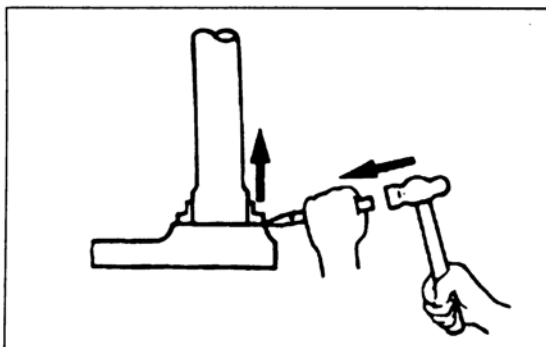

Bild 171
-  Achsen in Prismenblöcke legen, Achsschlag mit Messuhr prüfen. Um tatsächlichen Schlag zu erhalten, gemessenen Gesamtwert halbieren (Bild 171). Verschleissgrenze 0,20 mm.